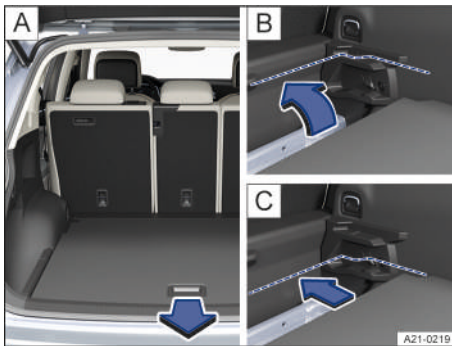

Fig. 202 En el maletero: ajustar el piso variable del maletero en altura.
3. Levante el piso del maletero y tire de él en el sentido de la flecha para sacarlo de las guías del maletero → fig. 202 [A].
4. Coloque el piso en las guías de la altura deseada y desplácelo hacia delante hasta el tope → fig. 202 [B], [C].
1. Tire el piso del maletero por la cavidad → fig. 202 [A] en el sentido de la flecha para sacarlo de las guías laterales.